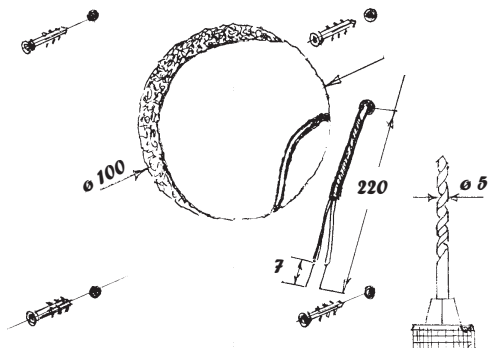

рис. 11
3. Просверлить в стене отверстия и вставить дюбеля (рис. 11).